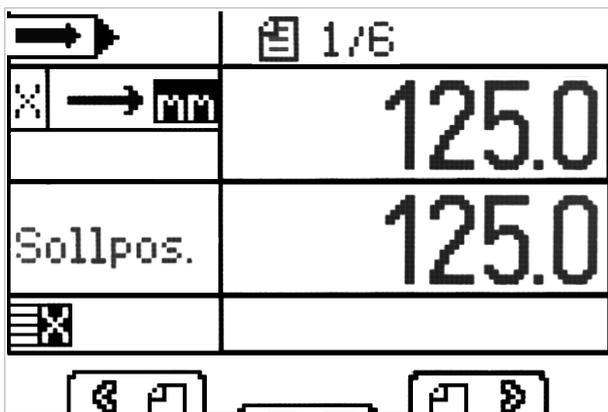

Abbildung 15: Programmbetrieb
- Nach Eingabe der Programm-Nr. erscheinen im rechts daneben das Symbol  mit zwei Zahlen (siehe Beispiel 1/6 in ⇒ Abbildung 15), wobei die linke Zahl die aktuelle Satznummer für die Sollposition des Anschlags und die rechte die Anzahl der Programmsätze im ausgewählten Programm darstellt.